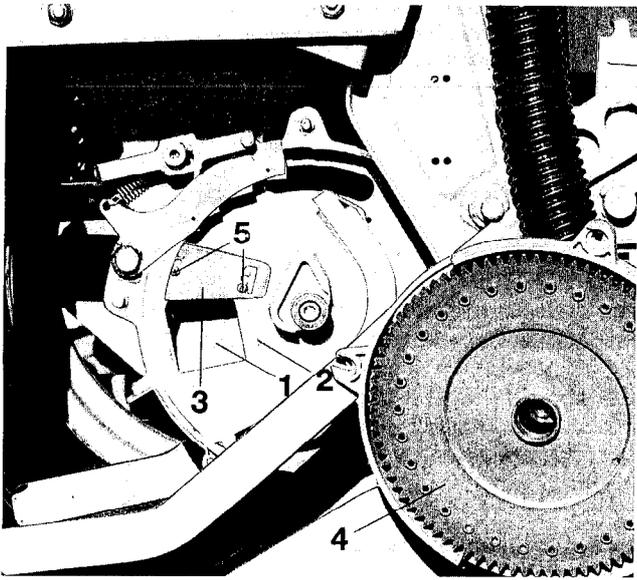
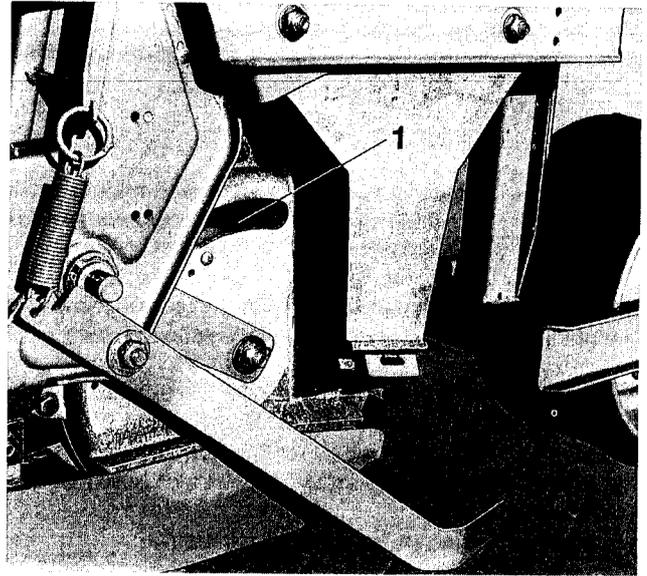

Fig. 45
Fig. 46
Der Querschnitt der Saatgutzulauföffnung (Fig. 45/1) vom Saatgutbehälter zum Sägehäuse ist werkseitig auf die größtmögliche Öffnung eingestellt. Hierdurch sind den Vereinzelungsorganen alle gängigen Saatgüter aus dem Saatgutbehälter zuführbar.
Bei Saatgütern mit besonders guter Rieselfähigkeit (sehr glatte und gleichmäßige Oberfläche) ist es unter Umständen möglich, daß dem Sägehäuse (Fig. 45/2) mehr Saatgut zugeführt als entnommen wird. Hierdurch füllt sich das Sägehäuse in unzulässiger Weise und das Saatgut wird am Sichtfenster (Fig. 46/1) sichtbar. Hierdurch kommt es zum Überlaufen des Sägehäuses und zu einem unkontrollierten Ausbringen von Saatgut. In diesem Falle ist der Saatgutzulauf zum Sägehäuse mittels Reduzierklappe (Fig. 45/3) wie folgt zu verkleinern.
- Saugdeckel und Vereinzelungsscheibe (Fig. 45/4) ausbauen (hierzu siehe Kap. 5.2.1).
- Schrauben (Fig. 45/5) der Reduzierklappenarretierung lösen.
- Saatgutzulauf (Fig. 45/1) mittels Reduzierklappe (Fig. 45/3) verkleinern.
- Durch Demontage von Saugdeckel und Vereinzelungsscheibe (Fig. 45/4) Sägehäuse öffnen (s. Kap. 5.2.1)